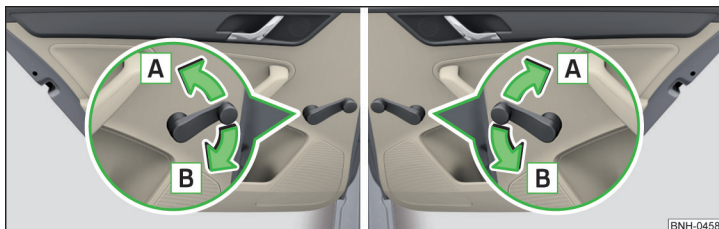

Fig. 37 Operarea geamului: stânga/dreapta
- > Pentru **deschidere**, rotiți macaraua în sensul săgeții **A** » **fig. 37**.